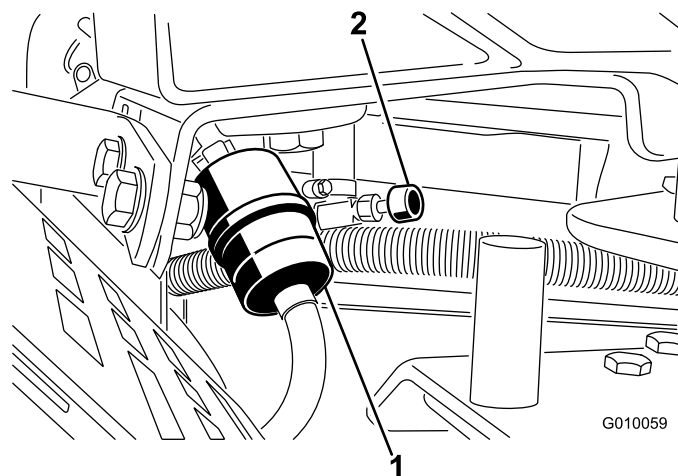

Figura 52
2. Chiudete la valvola di intercettazione del carburante (Figura 52).
3. Premete le estremità delle fascette stringitubo ed allontanatele dal filtro (Figura 52).
5. Montate un nuovo filtro ed avvicinate le fascette stringitubo al filtro (Figura 52).
7. Aprite la valvola di intercettazione del carburante (Figura 52).
3. Allentate la fascetta stringitubo e spostatela in alto sul tubo del carburante, lontano dal filtro del carburante (Figura 52).
4. Togliete i tubi del carburante dal filtro (Figura 52). Aprite la valvola d'intercettazione del carburante e lasciate fuoriuscire la benzina in una tanica o bacinella di spurgo.
5. Collegate il tubo del carburante al filtro del carburante. Infilate la fascetta vicino al filtro del carburante, per fissare il tubo del carburante (Figura 52).